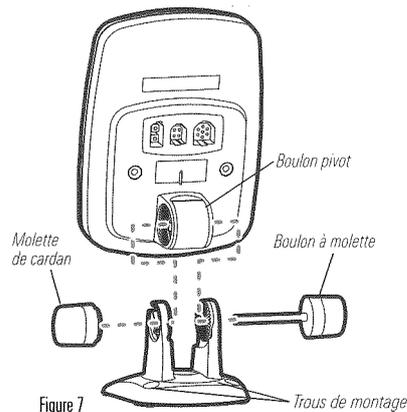

Figure 7
4. Insérez le boulon à molette dans le joint d'articulation de la tête de commande (Figure 7).